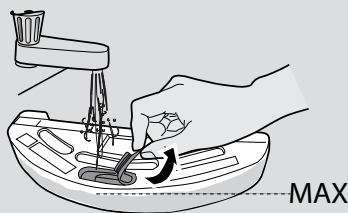

Fig. 14
2. Abra la tapa de goma del depósito de agua, llénelo de agua y ciérrala de nuevo. [Fig. 14]